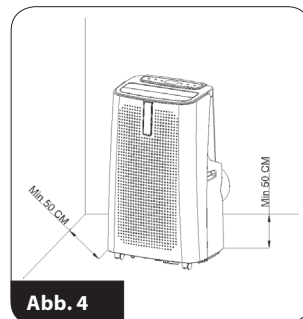

Abb. 4
5. Positionieren Sie das Klimagerät am Zielort, wobei Sie einen Abstand von mindestens 50 cm um das Gerät herum einhalten müssen (Abb. 4).
6. Den Außenverbinder (20) am anderen Rohrende (18) installieren Sie im Fenster mit mitgeliefertem Montagesatz. Sie können einen der beiden mitgelieferten Montagesätze benutzen: für Schiebefenster und Kippenster.